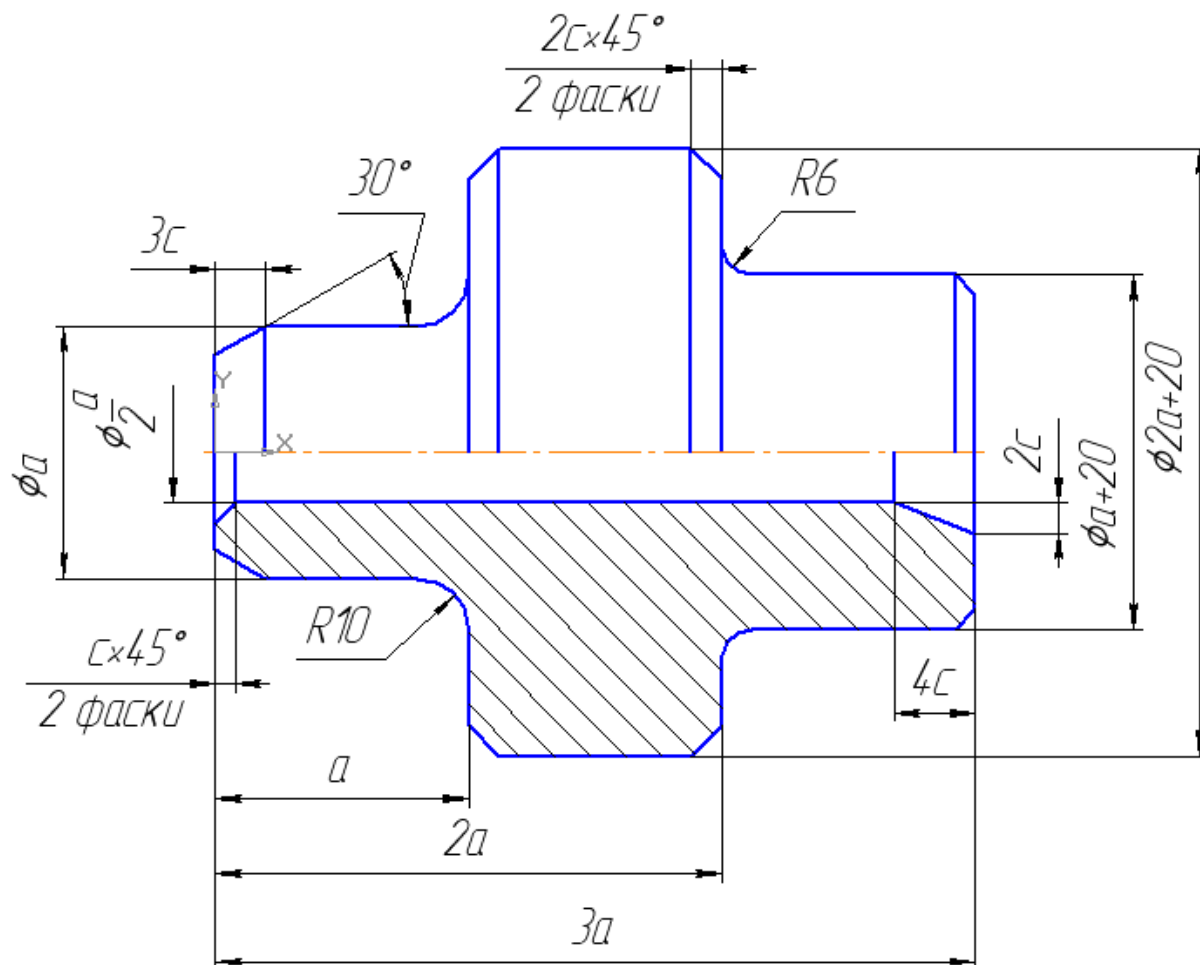

Рис. 95
1. Выполните чертеж, рис. 95, по заданным размерам, табл. 3.